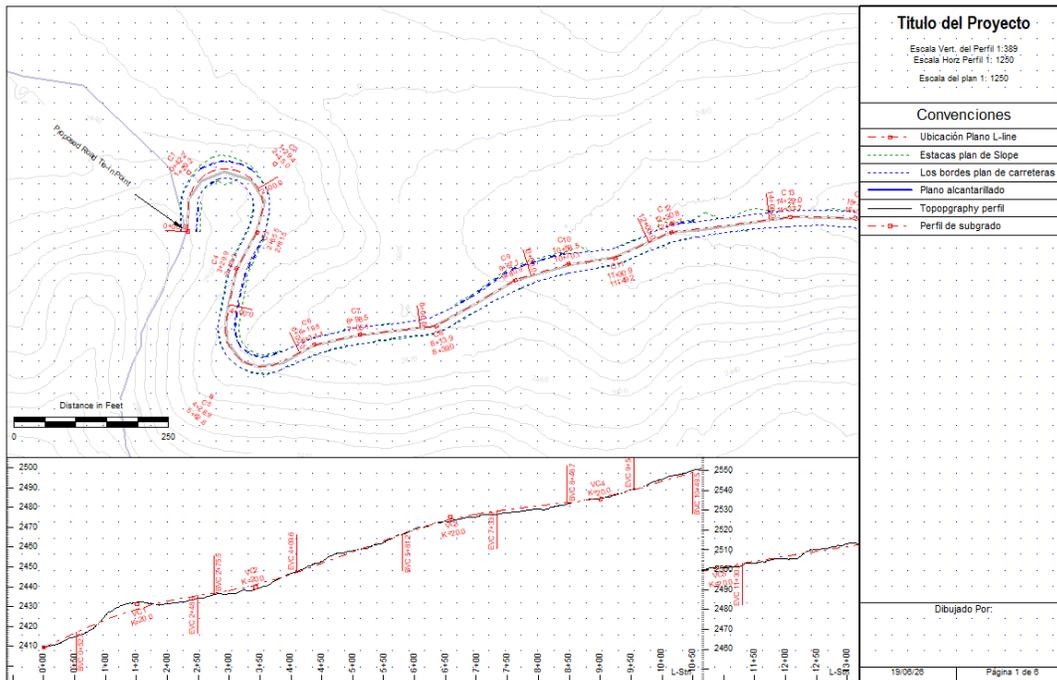

Figura 22-17: Leyenda Agregada al Formato
- Finalmente, mueva y cambie el tamaño de la leyenda de manera que se pueda fijar a la derecha de las gráficas de Plan y Perfil. Ver Figura 22-17.